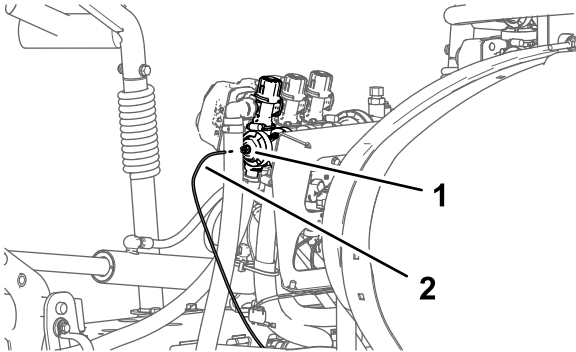

图29
1. 按住右喷洒臂段阀端盖中的管子连接器锁环 图29。
2. 从管子连接器中拉出仪表板仪表压力传感管 图29。